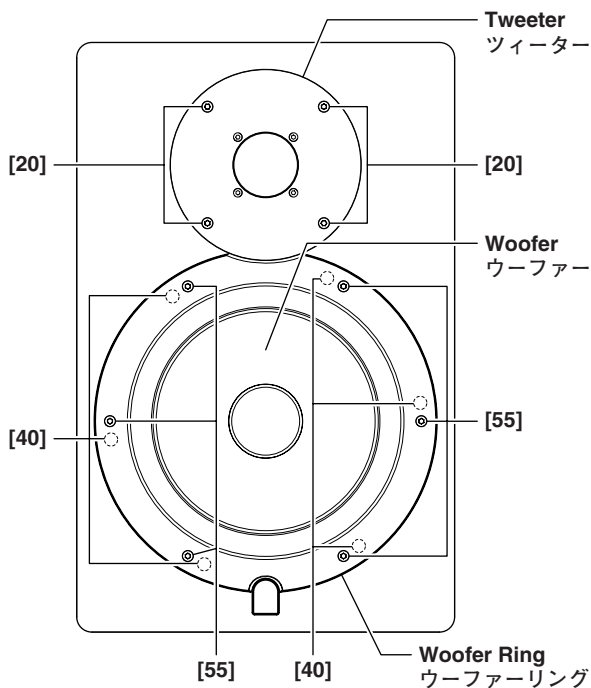

Fig. 1 (図1)
- 1-1 Remove the six (6) screws marked [55]. The woofer ring can then be removed. (Fig. 1)
- 1-2 Remove the six (6) screws marked [40]. The woofer can then be removed. (Fig. 1)
Remove the four (4) screws marked [20]. The tweeter can then be removed. (Fig. 1)
- 1-1 [55]の六角孔付きボルトを6本外し、ウーファーリングを外します。(図1)
- 1-2 [40]のネジを6本外し、ウーファーを外します。(図1)
[20]の六角孔付きボルトを4本外し、ツィーターを外します。(図1)